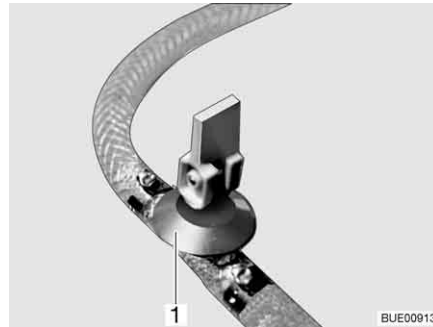

Fig. 205 Robinet de vidange
- Fermer le(s) robinet(s) de vidange. Placer le levier à bascule (Fig. 205,1) en position horizontale.
- Ouvrir le(s) robinet(s) de vidange (Fig. 205). Pour cela, placer le levier à bascule (Fig. 205,1) en position verticale. Le chauffe-eau se vide à l'extérieur.